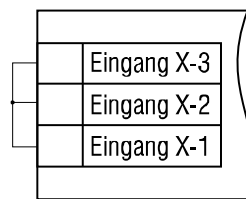

Abb. 10 Kurzschließen eines deaktivierten Eingangs
- Deaktivierte Eingänge (Parameter "Sensortyp" = OFF) müssen gemäß Abb. 10 kurzgeschlossen werden